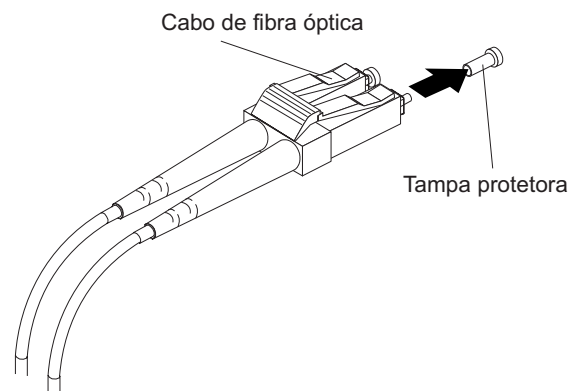

Figura 31. Removendo as Capas Protetoras do Cabo de Fibra Ótica
3. Remova as duas capas protetoras de uma extremidade do cabo LC-LC, conforme mostrado na Figura 31. Guarde a capa protetora para uso futuro.